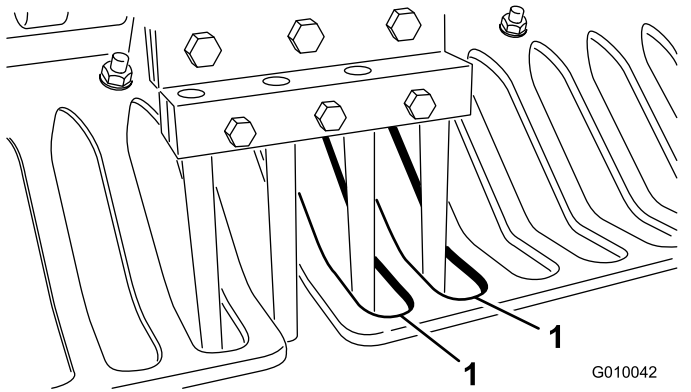

Bild 28
7. Stellen Sie sicher, dass die Tines mit der Mitte der Abstände in den Rasenschutzvorrichtungen ausgerichtet sind (Bild 28). Stellen Sie die Rasenschutzvorrichtungen ggf. ein und ziehen Sie die Muttern fest.